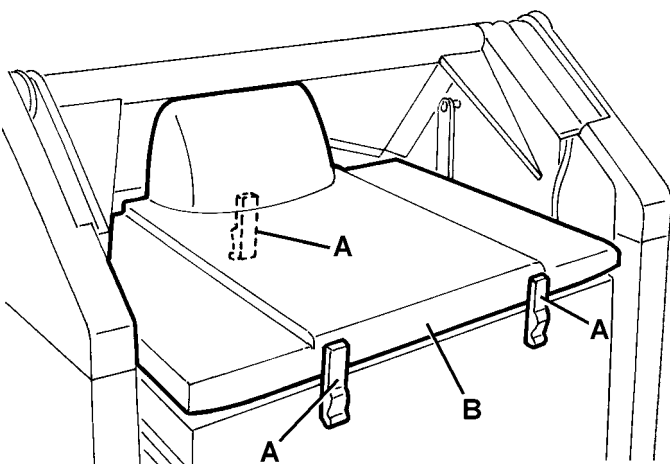

Abbildung 12
1. Die Maschine auf einen flachen Boden stellen und die Feststellbremse mittels des Pedals (84) und des Hebels (76) betätigen.
2. Den Zündschlüssel (69) auf „0“ drehen.
3. Die Haube (23) öffnen und durch die Stützstange (55) halten.
4. Die Befestiger (A, Abb. 12) lösen und den Staubfilterdeckel (B) entfernen.